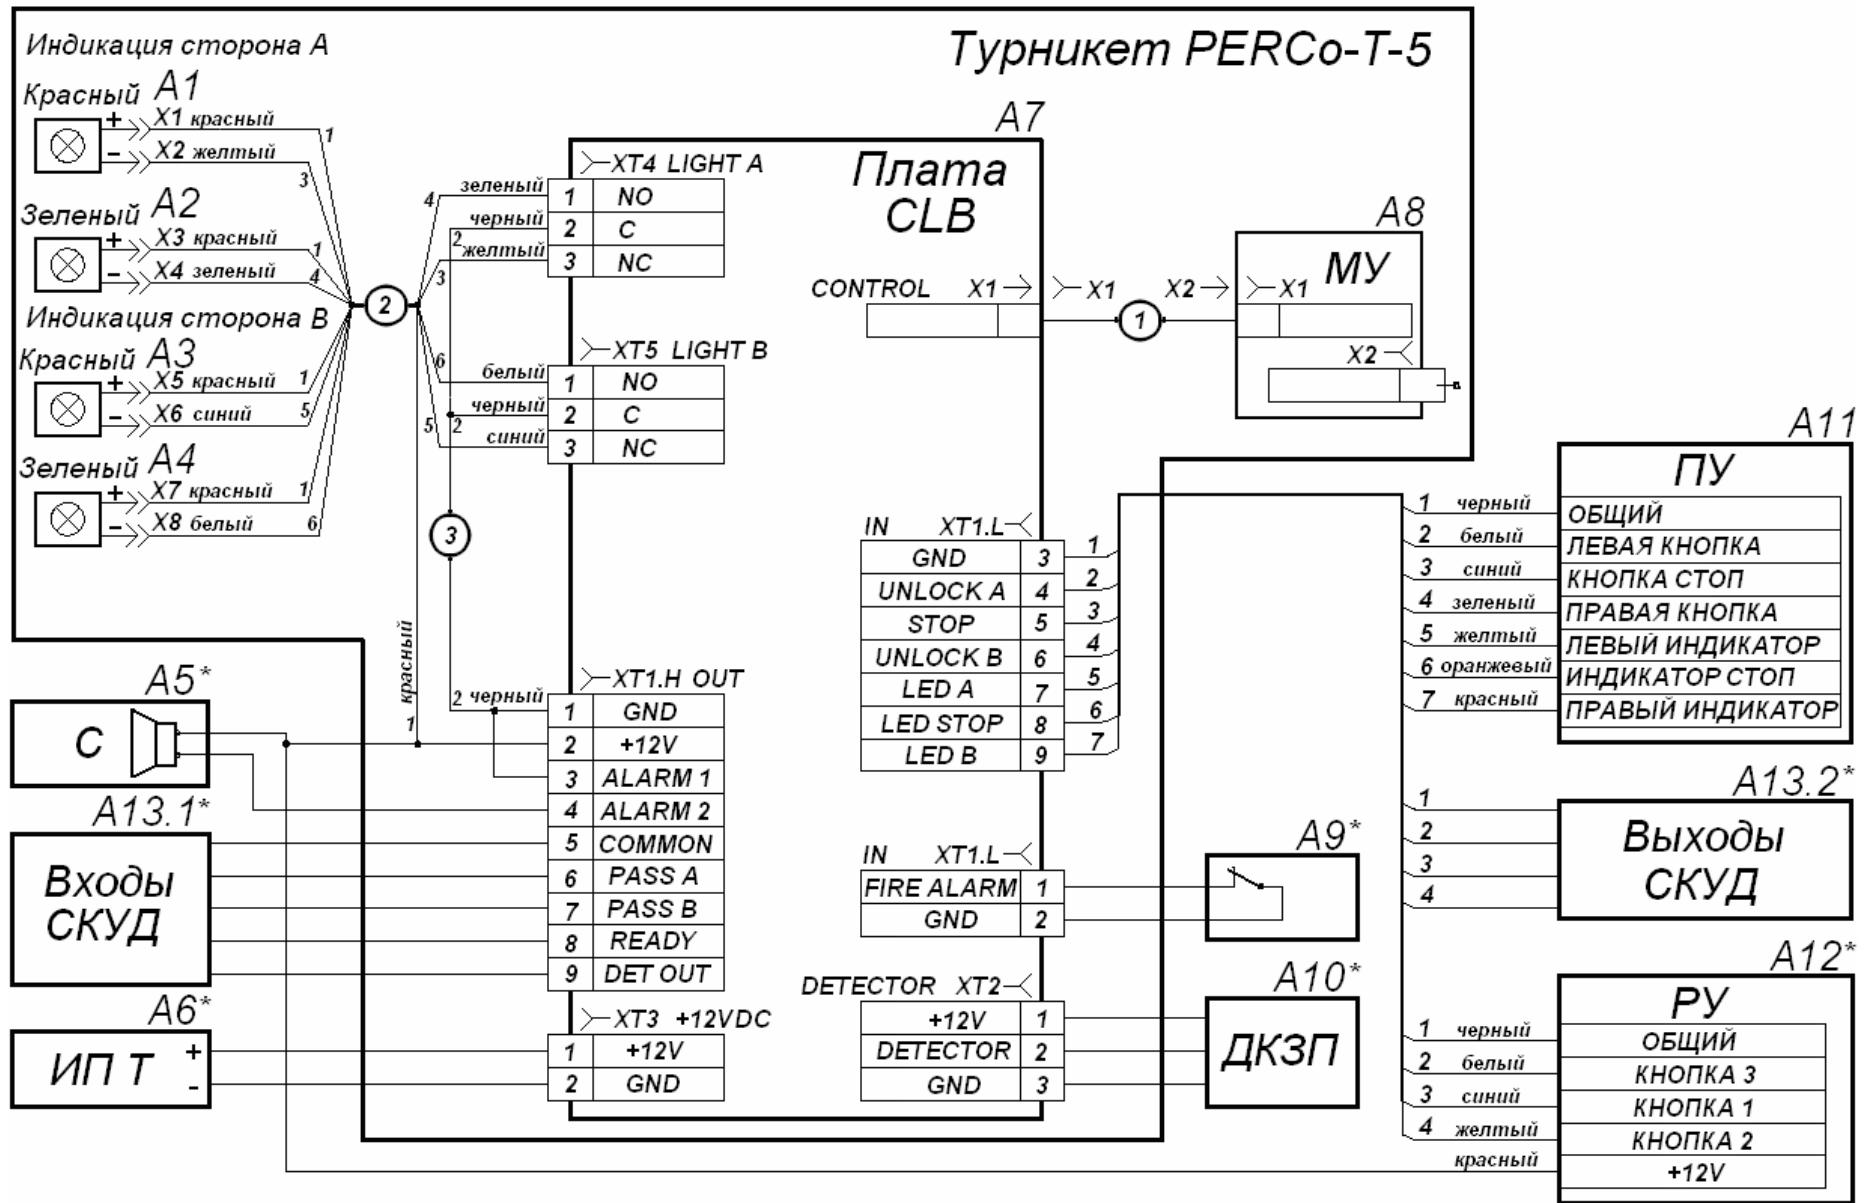

Рисунок 3 Схема электрическая соединений
5.2.3 ПДУ /устройство РУ / контроллер СКУД (5) и источник питания турникета (8) подключаются к плате кабелями (6 и 8) в соответствии со схемой электрической соединений (см. рисунок 3).